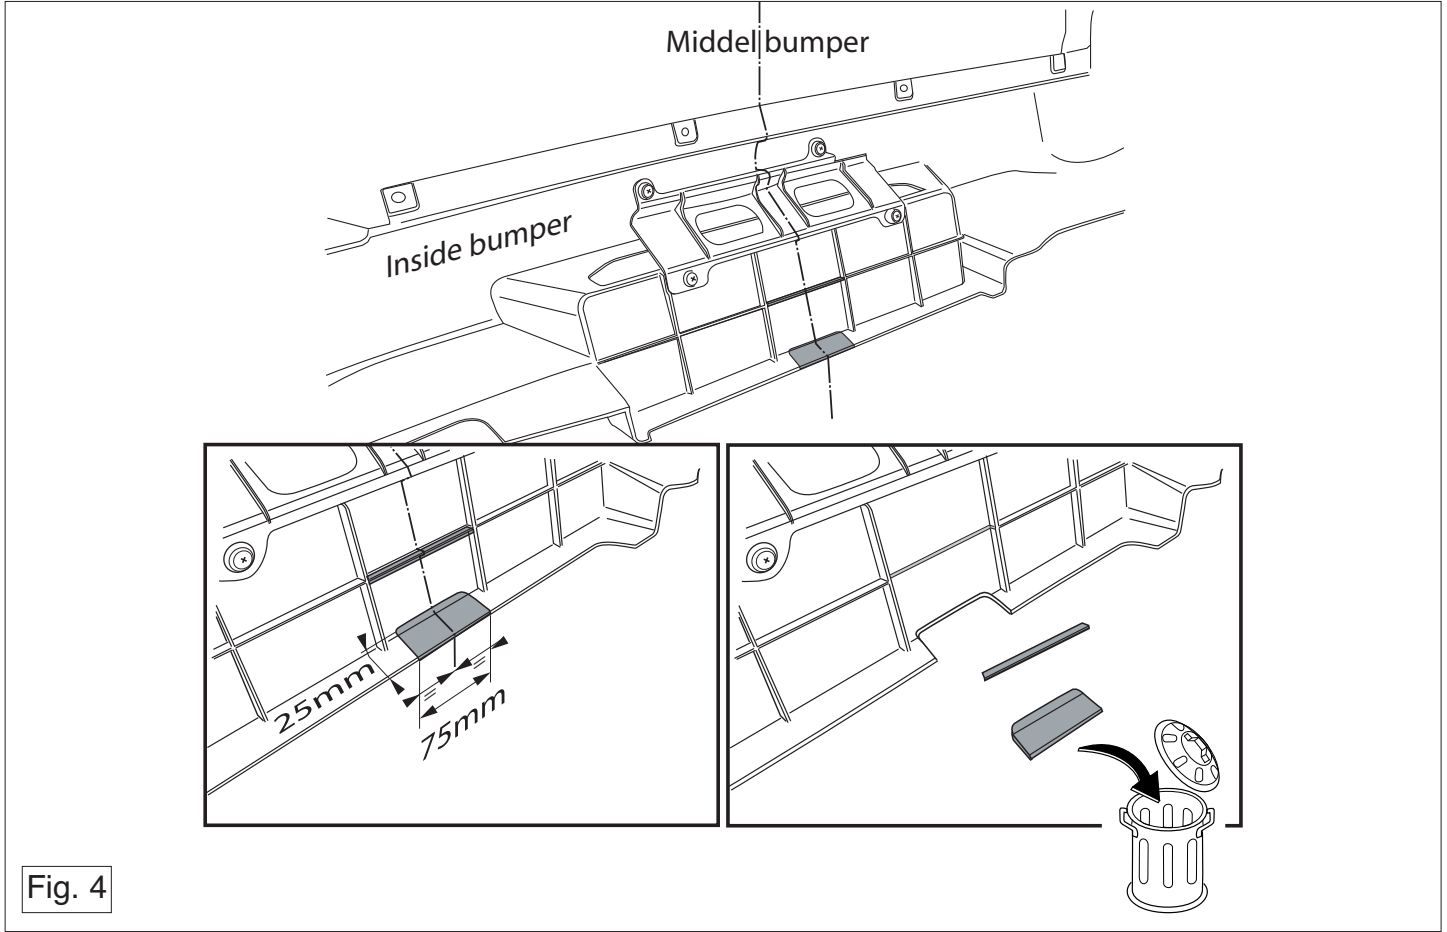

Fig. 4
11. Выпилить часть из бампера в середине снизу, как указано на рис.4.